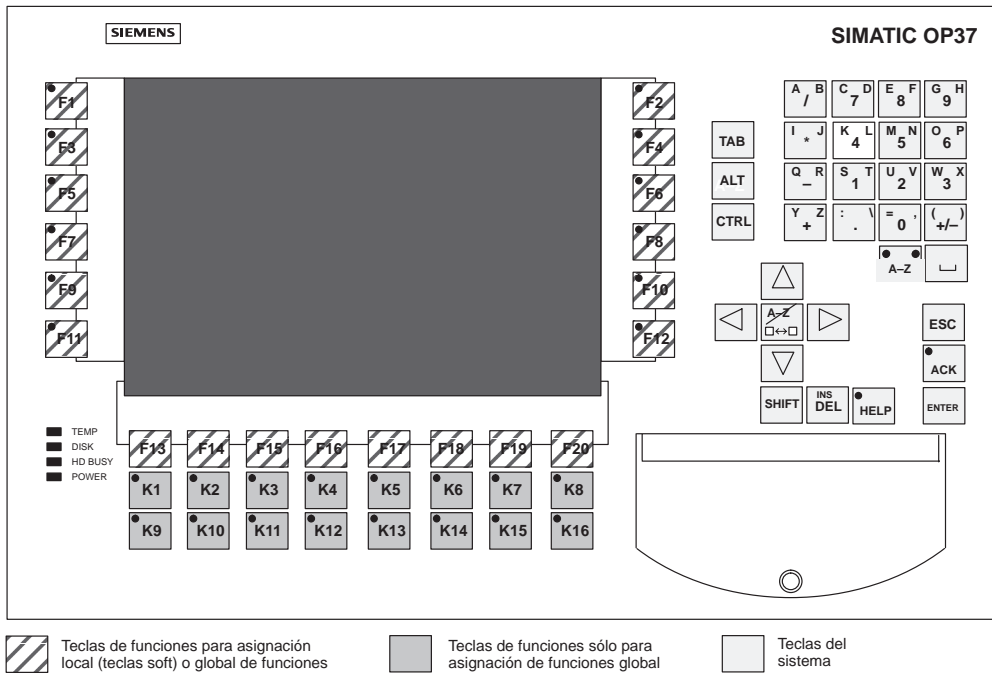

Figura 3-3 Disposición de los bloques de teclas en el OP37
- en el OP37 → K1 hasta K16 y F1 hasta F20 (figura 3-3).
- en el OP37 → F1 hasta F20 (figura 3-3).